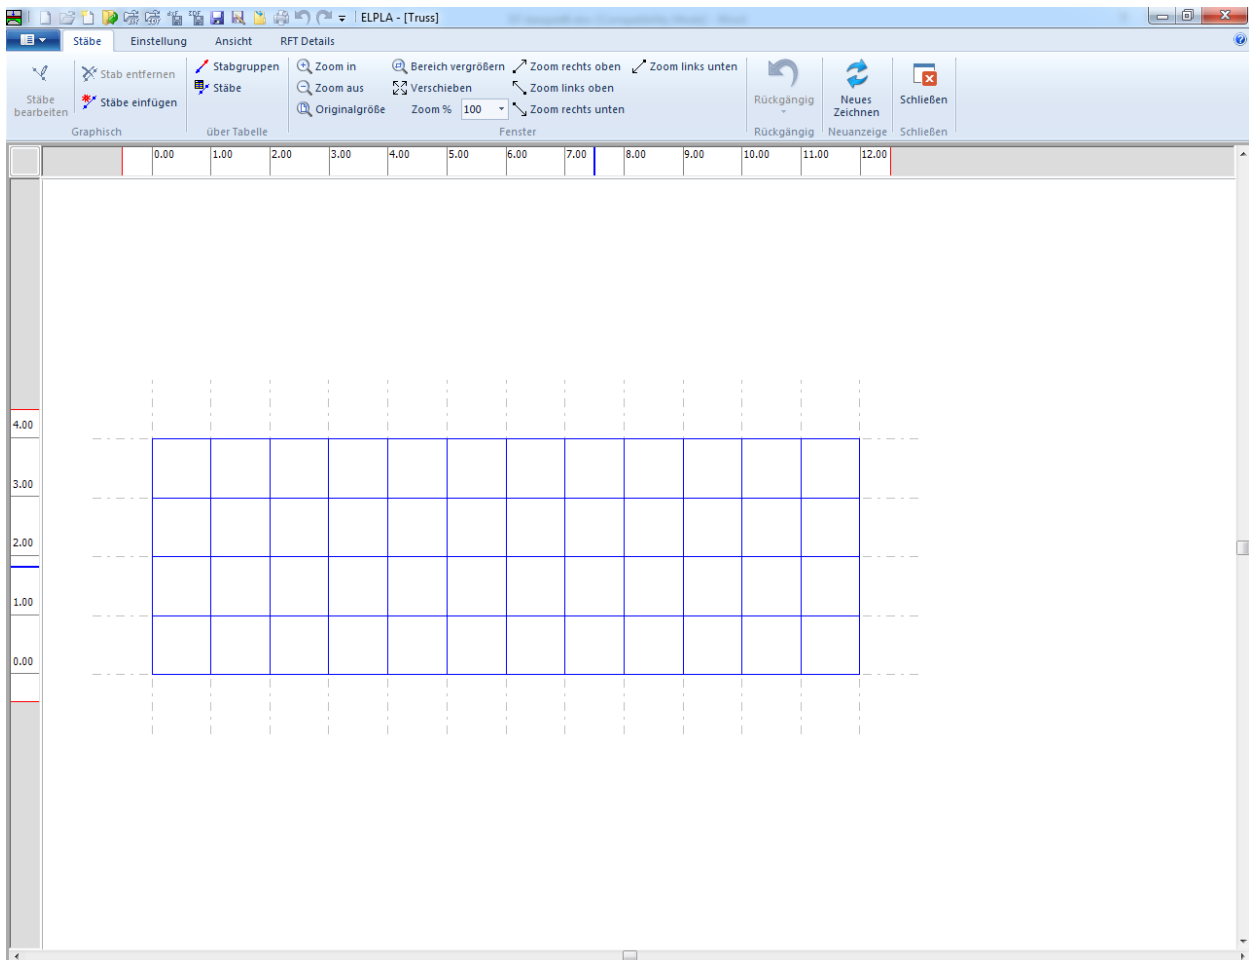
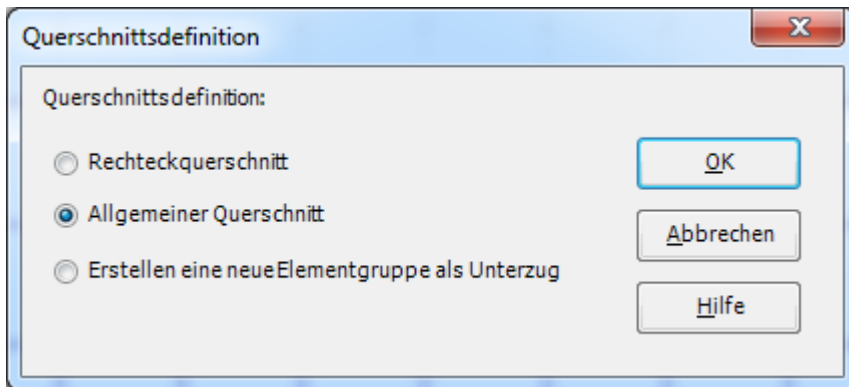
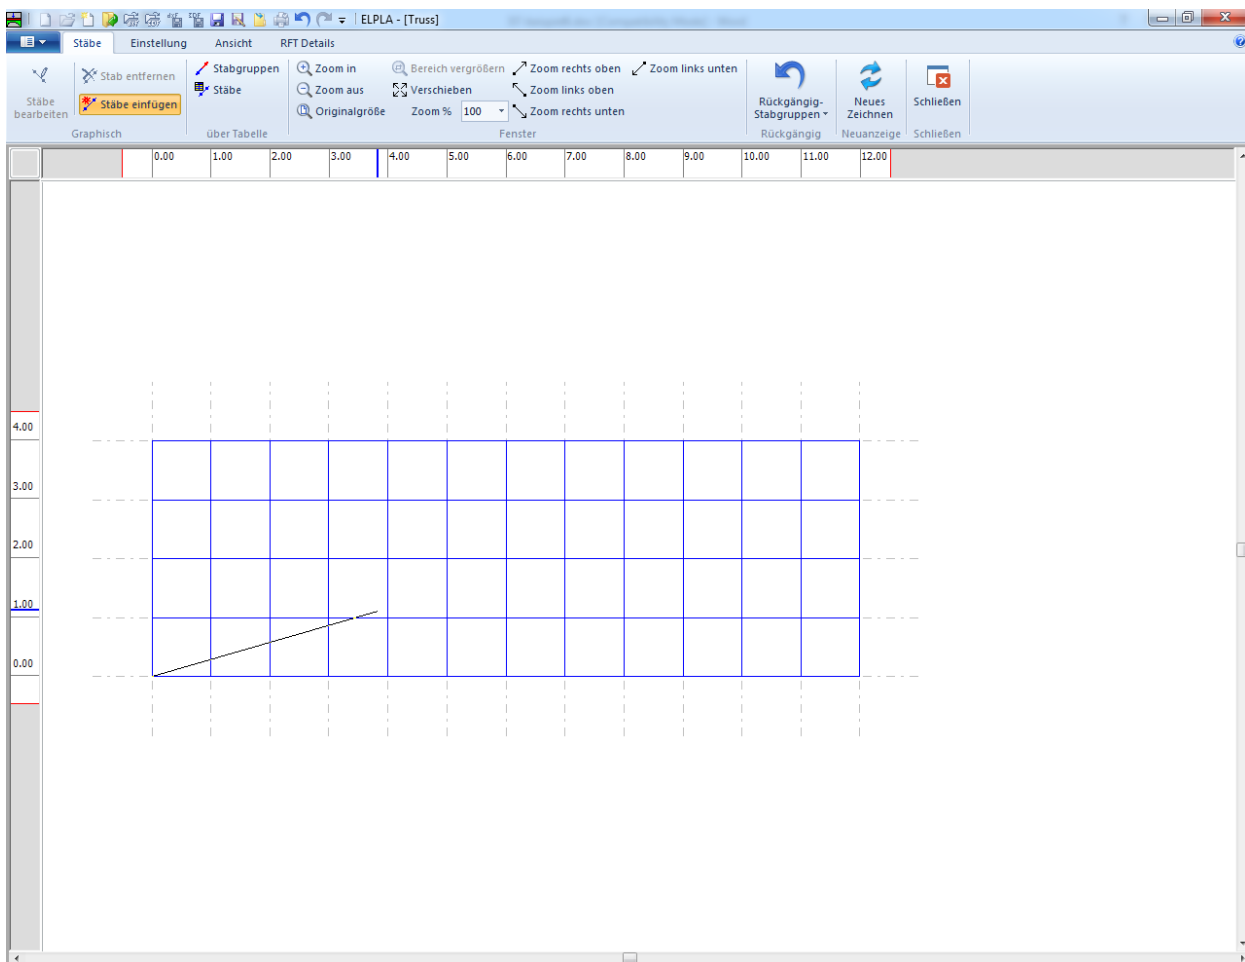
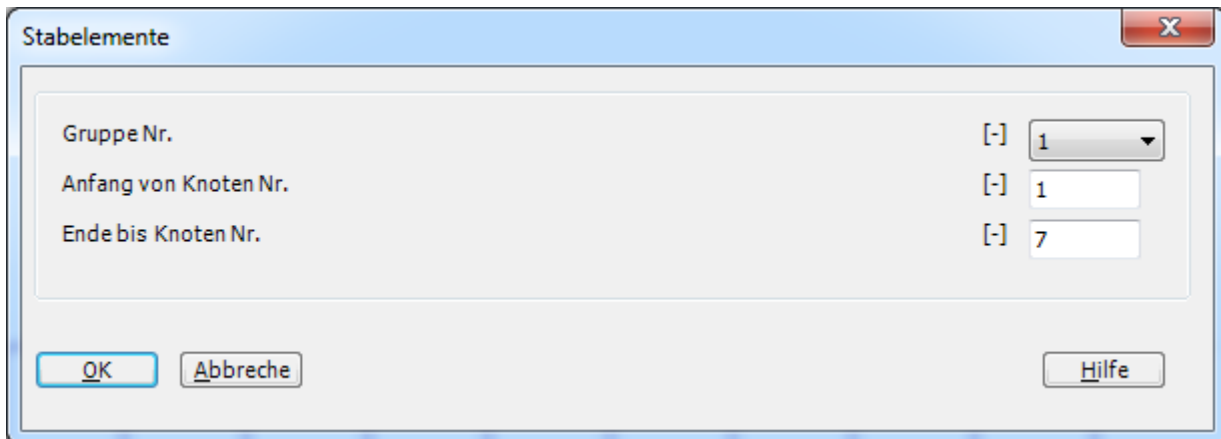

Bild 6.11 "Stäbe" Fenster
Bild 6.12 Optionsfeld "Querschnittsdefinition"
Bild 6.14 Einfügen des ersten Stabs mit der Maus
Bild 6.15 Dialogfeld "Stabelemente"
- Wählen Sie "Stäbe" aus der Registerkarte "Daten". Damit erscheint das folgende Menü im Bild 6.11
- Wählen Sie im Fenster von Bild 6.11 den Befehl "Beschreibung der Stabgruppen" aus dem Menü "über Tabelle". Das folgende Optionsfeld im Bild 6.12 erscheint
- Wählen Sie "Stäbe einfügen" aus dem Menü "Graphisch" im Bild 6.11, der Cursor wechselt vom Pfeil zum Kreuz. Klicken Sie die linke Maustaste auf den Anfangsknoten des ersten Stabs und schleifen Sie mit der Maus bis zum Endknoten (Bild 6.14), dann klicken Sie auf dem Endknoten. Das Dialogfeld "Stabelemente" im Bild 6.15 erscheint